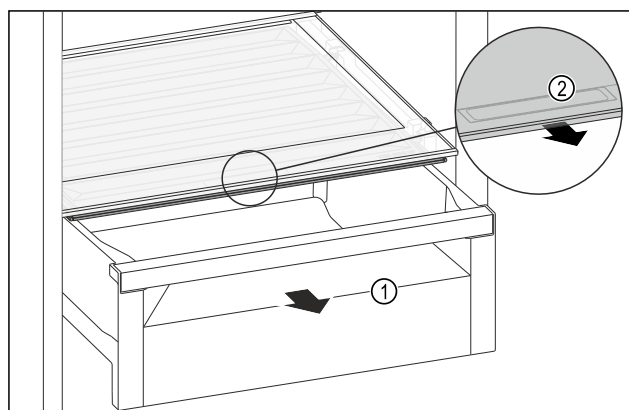

Fig. 103
- ▶ Wyciągnąć szufladę Fig. 103 (1).
- ▶ Chwycić uchwyt wpuszczany Fig. 103 (2) na pokrywie komory i pociągnąć pokrywę jednocześnie do przodu.